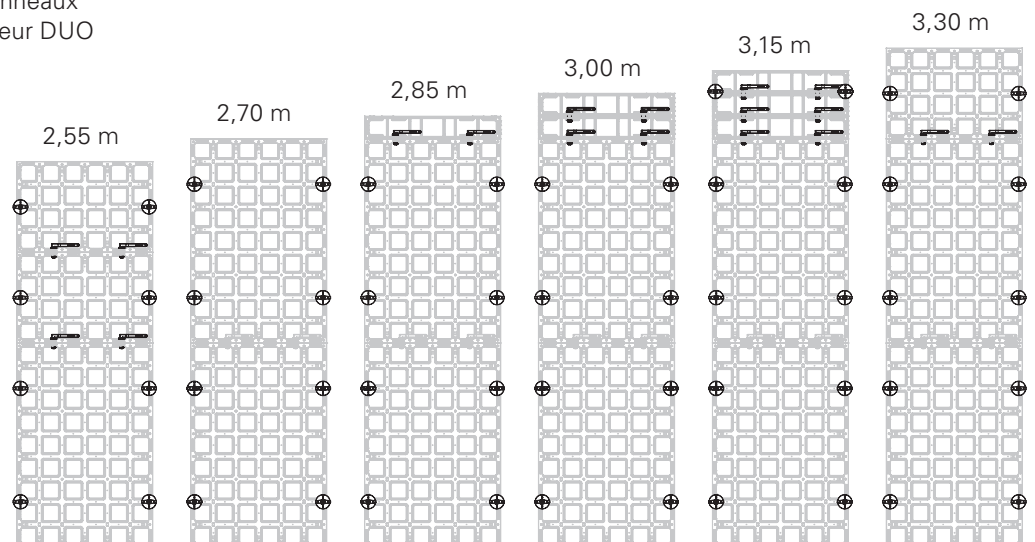

Fig. B10.07
(Fig. B10.07)
4. Monter les ancrages. Voir Fig. B10.07 pour les positions d'ancrage.